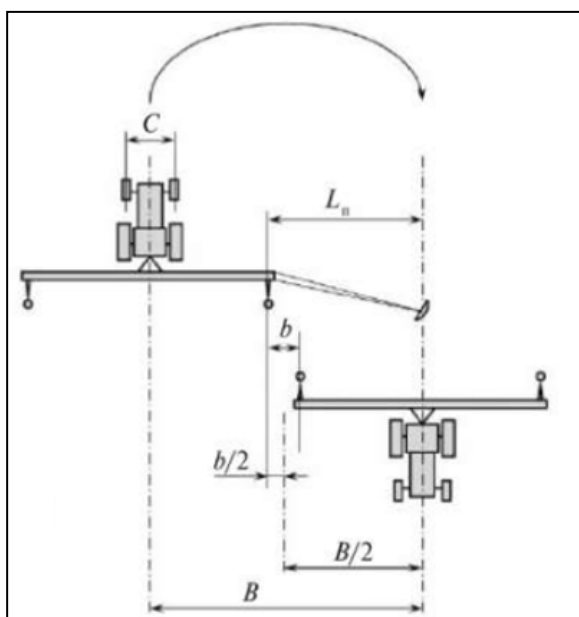

Рисунок 63 – Схема прохода сеялки
Если вождение сеялки осуществляется центром трактора по маркерной линии, тогда длина вылета маркеров равна сумме половины ширины захвата сеялки и половины ширины междурядий, формула (3), рис. 63.